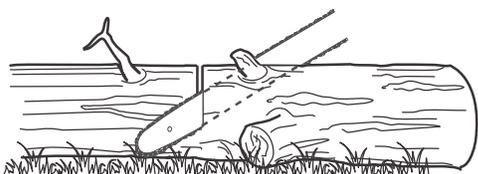

Fig. 39
1. Siga as indicações simples para efetuar um corte de forma mais fácil. Quando o tronco estiver suportado em todo o seu comprimento (Fig. 39), o corte deve ser efetuado a partir do lado superior (corte transversal sobre a parte superior).